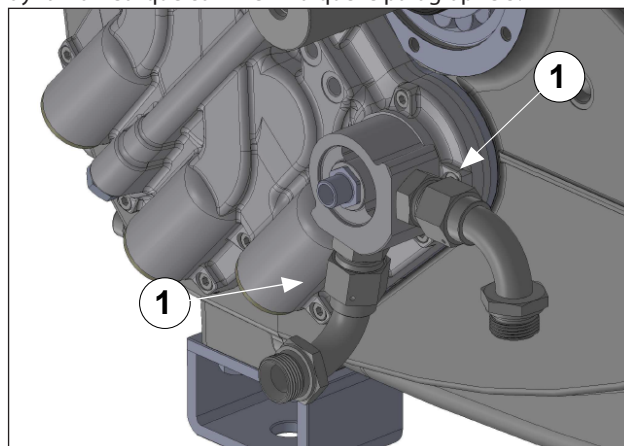

Fig. 131
Monter la cartouche du filtre à huile et la serrer à la main (rep. ①, Fig. 131).